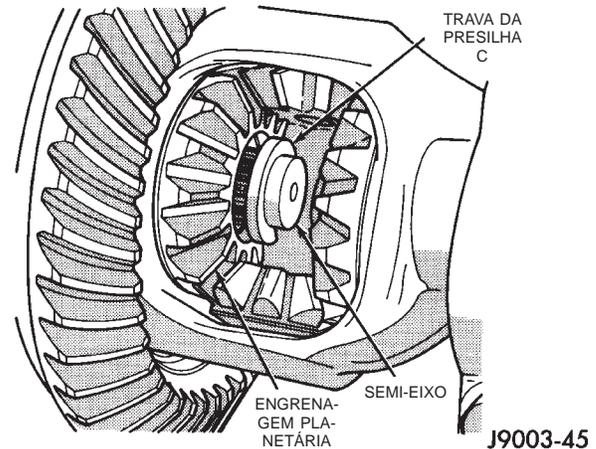

Fig. 10 Trava da Presilha C do Semi-Eixo
(7) Pressione o semi-eixo para dentro e remova a trava da presilha C do semi-eixo (Fig. 10).
(8) Remova o semi-eixo. Tome cuidado para danificar o rolamento e a vedação do semi-eixo, que irão permanecer no tubo do semi-eixo.
(9) Inspeção vazamento ou danos na vedação do semi-eixo.
(10) Inspeção sinais de mancha, aspereza e corrosão na superfície de contato do mancal de rolamento no semi-eixo. Se existirem quaisquer uma dessas condições, o semi-eixo e/ou rolamento e a vedação devem ser substituídos.